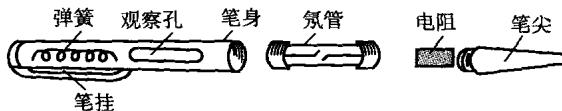

图 1-4 试电笔的结构
- 4) 接触带电设备的金属外壳时，要先用试电笔检测，养成先用手背轻轻试探的习惯，确认不带电后再做其他操作。试电笔结构如图 1-4 所示。